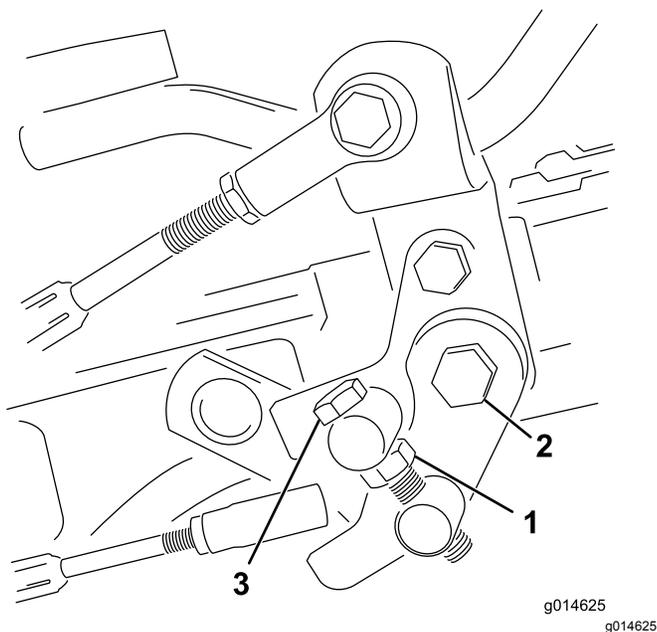

Рисунок 42
1. Ослабьте контргайку на болте цапфы (Рисунок 42).
4. Чтобы зафиксировать регулировку, затяните контргайку на болте цапфы и гайку на шарнире педали (Рисунок 42). Проверьте регулировку и при необходимости повторите ее.